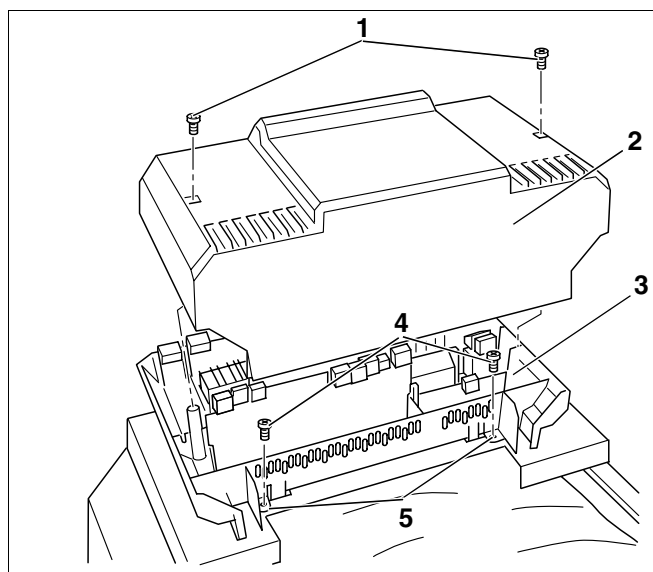

Fig. 25 Indepartati capacul detasabil (de exemplu aparat de reglare modelul 2000)
- Scoateti suruburile (fig. 25, **poz. 1**) de pe capacul detasabil al aparatului de reglaj (fig. 25, **poz. 3**) iar apoi inlaturati (fig. 25, **poz. 2**) capacul detasabil.
- Insurubati (fig. 25, **poz. 3**) aparatul de reglare (fig. 25, **poz. 4**) cu doua suruburi de strangere (fig. 25, **poz. 5**) la pozitiile de fixare prevazute, pe partea din fata a capacului cazanului.